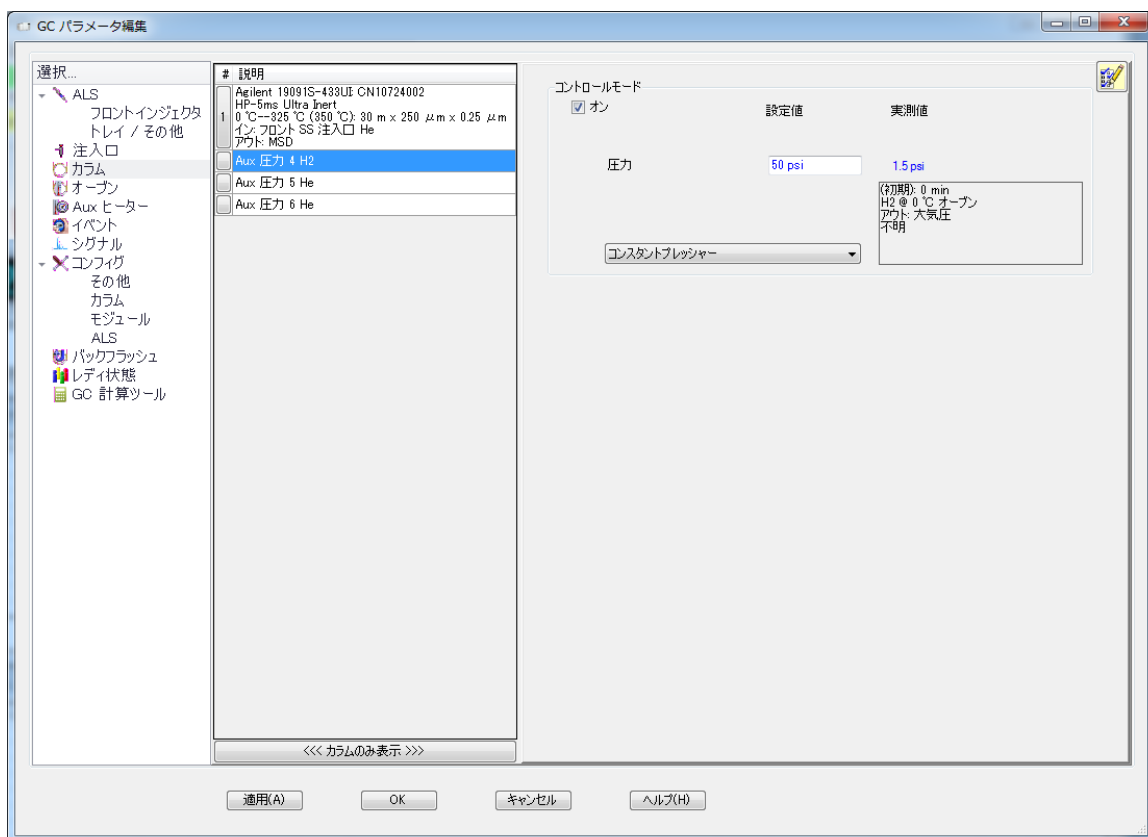

図 13 Self-Cleaning イオン源用ガス流量の設定
- 3 左側の [選択] エリアから、[Aux EPC 4 H2] を選択します。図 13 を参照してください。圧力をオンにし、[コンスタントプレッシャ] モードで 345 kPa (50 psi) に設定します。